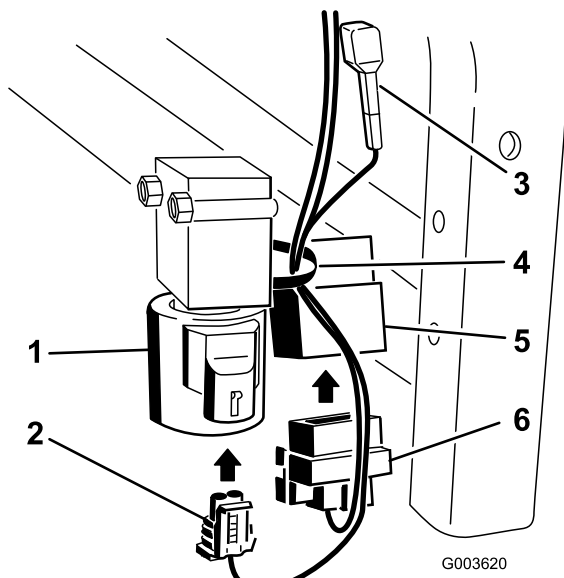

図 35
8. バルブの隣に取り付けたリレーにコネクタを接続する（図 35）。
9. 小さいコネクタをバルブに接続する（図 35）。